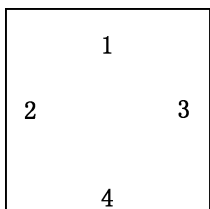
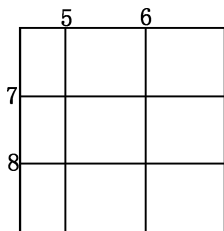

图 15-145 绘制矩形
图 15-146 偏移直线
(1) 单击“默认”选项卡“绘图”面板中的“矩形”按钮, 绘制一个长为18、宽为18的矩形, 如图15-145所示。
(2) 单击“默认”选项卡“修改”面板中的“分解”按钮, 将绘制的矩形分解为4条直线。
(3) 单击“默认”选项卡“修改”面板中的“偏移”按钮, 将直线2依次向右偏移4和13, 得到直线5和直线6。将直线1依次向下偏移6和12, 得到直线7和直线8, 如图15-146所示。